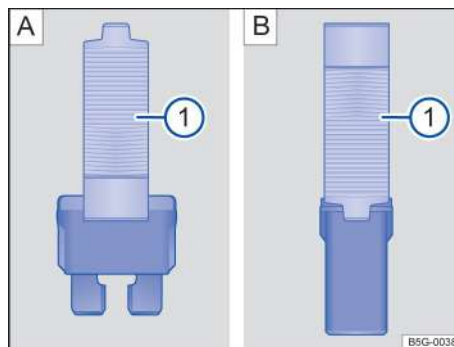

Рисунок 125. Удаление или установка предохранителя с помощью пластиковых щипцов: плоский предохранитель ⓘ, блочный предохранитель ⓘ
- Используйте держатель плавкого предохранителя 1) или аналогичный инструмент → Рисунок 125 A 1).
- Отрегулируйте губку пластикового хомута → Рисунок 125 A 1) или → Рисунок 125 B 1), в зависимости от типа предохранителя, а затем зажмите предохранитель сбоку.